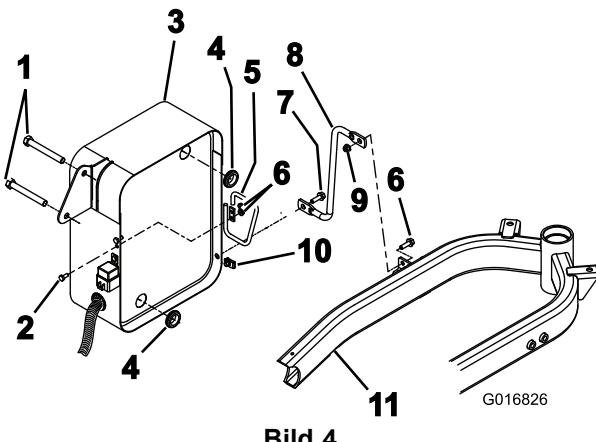

Bild 4
- Legen Sie die zwei Gummidichtungen hinten auf die Ölkühlerstütze (Bild 4).
- Montieren Sie die Drahtvorrichtungsstütze und befestigen Sie das obere Ende am Rahmen und das untere Ende mit zwei Sechskantschrauben (5/16 x 1"), einer Bundmutter (5/16") und einer Tinnerman-Mutter an der Zylinderaufnahme (Bild 4).
Hinweis: Bei einem Dreiradantriebskit sollte die Drahtvorrichtungsstütze zwischen die zwei Hydraulikschläuche eingesetzt werden. Befestigen Sie auch eine Schlauchdrahtvorrichtung mit zwei Sechskantschrauben (1/4 x 5/8") und zwei Sechskantbundmuttern (1/4") an der Seite der Ölfilterhalterung, durch die die zwei Schläuche verlaufen (Bild 4).